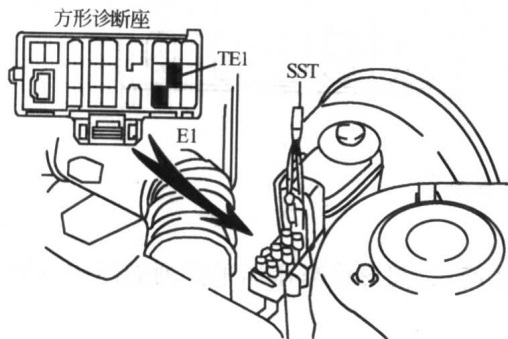

图 1-1-4 诊断座跨接图
(1) 确认节气门全关,变速器置于 N 挡,关闭全车电器,将点火开关置于 ON,但发动机不要起动。
(2) 跨接诊断座 TE1 (T) 与 E1,如图 1-1-4 所示。